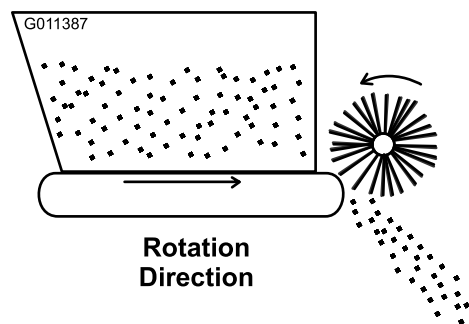

Figura 18
4. Arranque el motor del vehículo y compruebe la rotación de la cinta transportadora y del cepillo. Coloque la palanca del sistema hidráulico remoto del vehículo en la posición de RUN (MARCHA). El sentido de la rotación debe ser el indicado en Figura 18. Si el sentido de la rotación está invertido, será necesario intercambiar los acoplamientos rápidos.